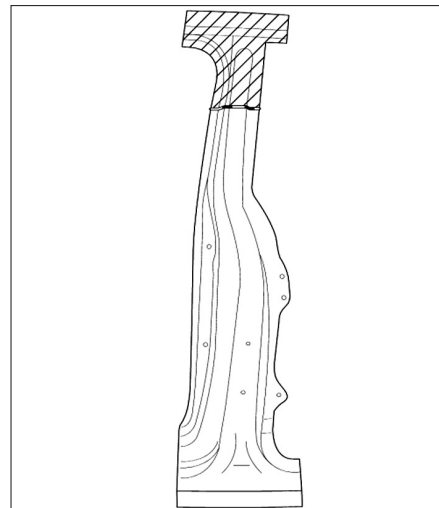

FIG. 62
- Reporter la ligne de coupe sur l'élément neuf comme illustré (Fig.62).